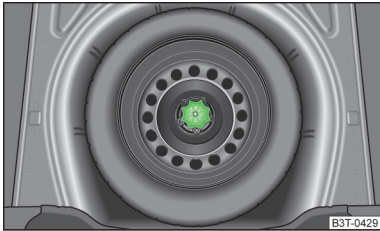

Abb. 139
Das Reserve- bzw. Notrad befindet sich in einer Mulde unter dem Bodenbelag im Gepäckraum und ist mit einer Spezialmutter befestigt » Abb. 139.
- Die Mutter » Abb. 139 entgegen dem Uhrzeigersinn herausschrauben.
- Die Mutter » Abb. 139 im Uhrzeigersinn einschrauben, bis das Rad sicher befestigt ist.